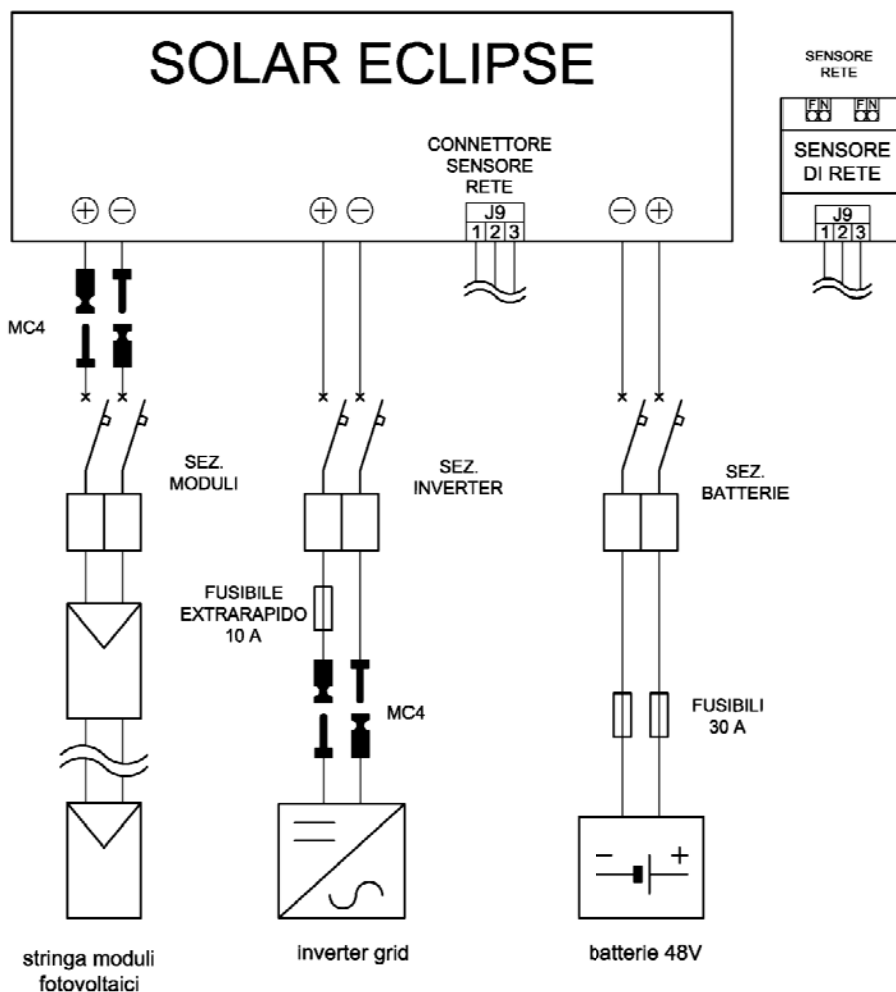

Figura 5 – Schema cablaggio di potenza
- Preparare i connettori MC4 dopo la scatola portafusibili per collegare Solar Eclipse all'inverter vedi Figura 5
- Verificare che il sezionatore moduli fotovoltaici sia aperto (vedi Figura 5)
- Predisporre una scatola portafusibili da 30 A sui cavi batterie (vedi Figura 5)
- Predisporre una scatola portafusibili da 10 A extrarapidi forniti in dotazione (Italweber CH 10,3X38 10A 600V tipo aR Italweber cod IW. 1460010) sul polo positivo del collegamento tra Solar Eclipse ed inverter vedi Figura 5.